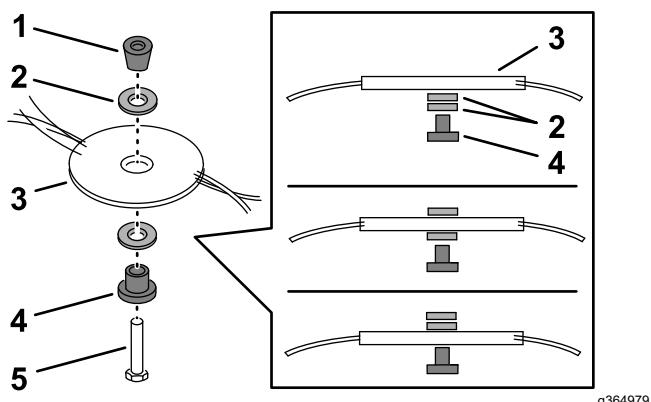

图 29
5. 使用随机器提供的扳手逆时针旋转螺栓 图 29 即可拆下剪草刀盘省去了所有的安装五金件。